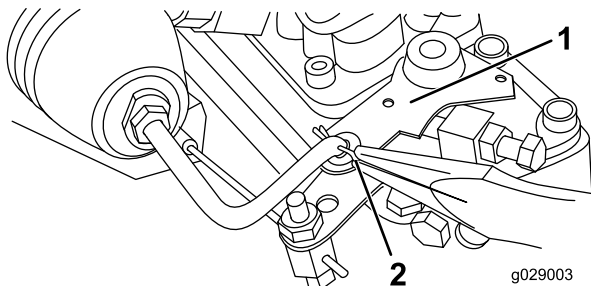
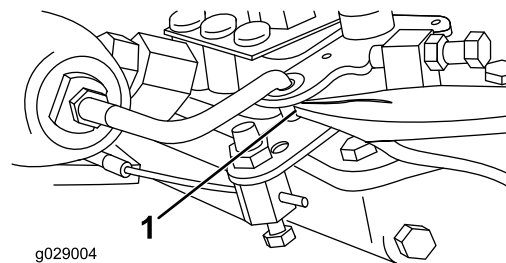

Bild 3
Bild 4
- Entfernen Sie die oberen und unteren Splinte, die den Magnetsperrenarm am Motorstopp-Hebel sichern (Bild 3 und Bild 4).